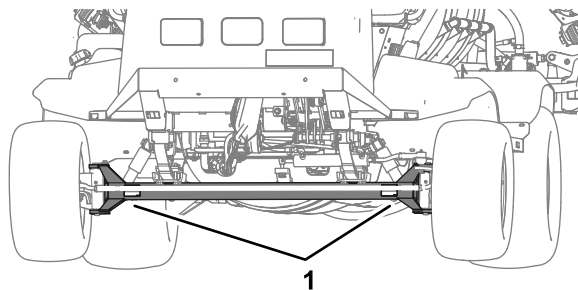
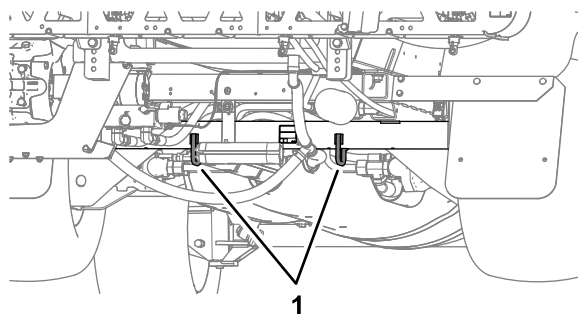

Figura 50
Figura 51
- Legate in modo sicuro la macchina al veicolo di trasporto; Figura 50 e Figura 51 illustrate i punti di ancoraggio della macchina.